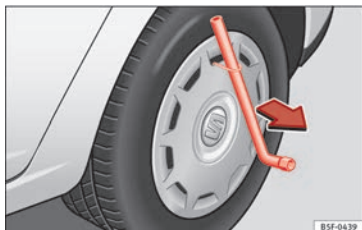

Fig. 71 Togliere il copricerchio.
- Togliere il copricerchio con il gancio in metallo » » fig. 71.